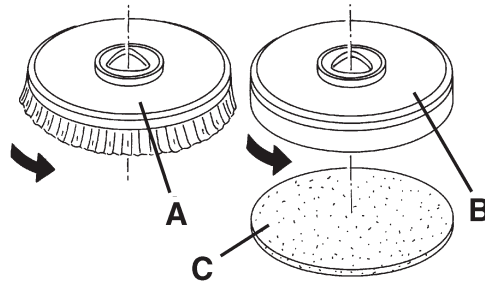

Abbildung 2
1. An das Gerät kann sowohl die Bürste (A, Abb. 2) als auch der Padhalter (B) mit Pad (C) montiert werden, je nach auszuführender Bodenbehandlung.
2. Den Zündschlüssel (80) einstecken und ihn auf "I" stellen.
3. Falls vorhanden, den Geschwindigkeitsregler (84) aufs Minimum bringen durch ihn gegen den Uhrzeigersinn zu drehen.
4. Die Bürste (A) oder der Padhalter (B) unter dem Kopf (18) stellen.
5. Den Kopf mit dem Pedal (11) auf die Bürste/den Padhalter absenken.
6. Den Zündschlüssel (80) auf "I" stellen.
7. Den Schalter für die Aktivierung der Bürste/Padhalter (71) drücken.
8. Die Schalter (83) drücken, um die Bürste/Padhalter anzukuppeln, dann freigeben. Falls erforderlich wiederholen, bis die Bürste/der Padhalter angekuppelt ist.